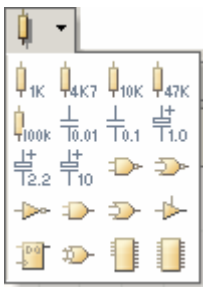

图 6.1 数字元件工具栏
(1) 启动 Altium Designer 6, 新建一个空白原理图文件, 命名为“Sim1.SchDoc”。
(2) 单击“Libraries”面板标签, 打开“Libraries”面板, 单击“Search...”按钮, 在弹出的“Libraries Search”对话框中的编辑框内输入“AD645”, 单击“Search”按钮。
(3) 在“Libraries”面板中选择搜寻到的名为“AD645KN”的器件, 布置到工作区。
(4) 单击“Utility”工具栏中的数字元件工具按钮, 打开如图 6.1 所示的数字元件工具栏, 在工具栏中单击“1K”电阻工具按钮.